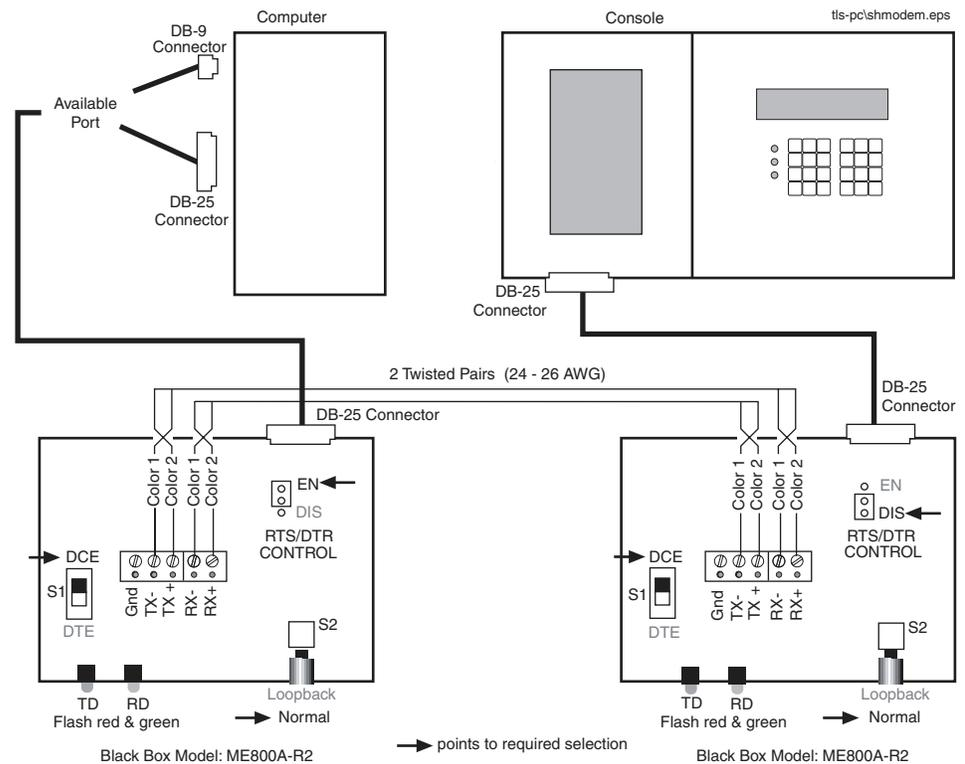

Figura 1. Para conectar una consola TLS a una PC via de módems de corta distancia
Para extensiones de cable superiores a 50 pies (15,20 m) recomendamos el uso de un módem asíncrono de corta distancia, Black Box modelo ME800A [consulte la Figura 1 na página 3]: o equivalente. Puede entrar en contacto con Black Box en P.O. Box 12800, Pittsburgh, PA 15241 U.S.A.; teléfono: (724) 746-5500; fax: (724) 746-0746; o en la dirección de Internet <http://www.blackbox.com>.